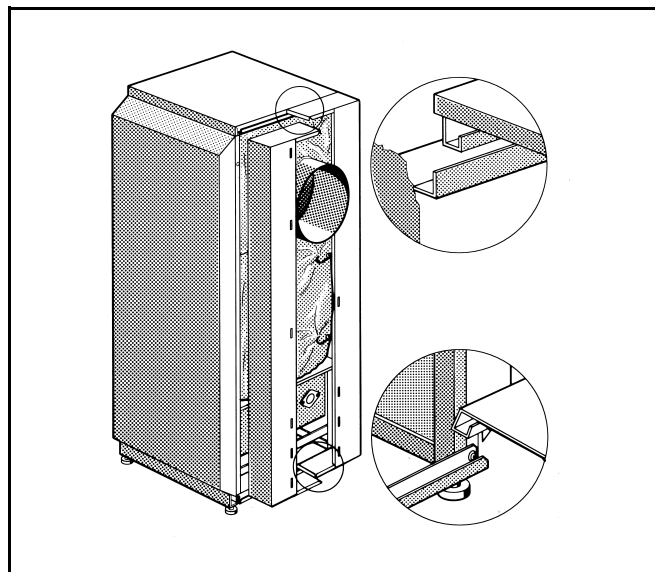

Fig. 15
- Inserire le pareti frontali, sotto nella piegatura a U delle traverse e sopra nella piegatura della copertura (Fig. 15).
- Predisporre le parti di schermo superiore ed inferiore secondo la fig. 15 ed avvitarle con 2 viti autofilettanti per ciascuno schermo.